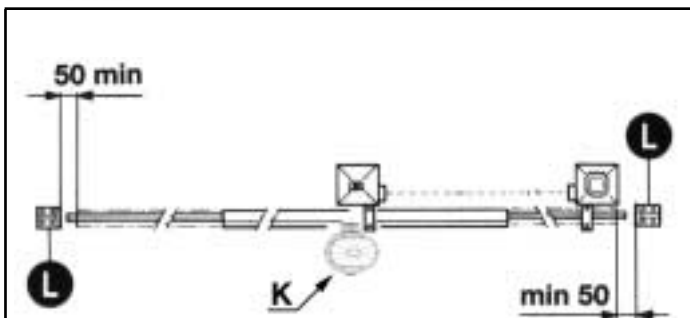
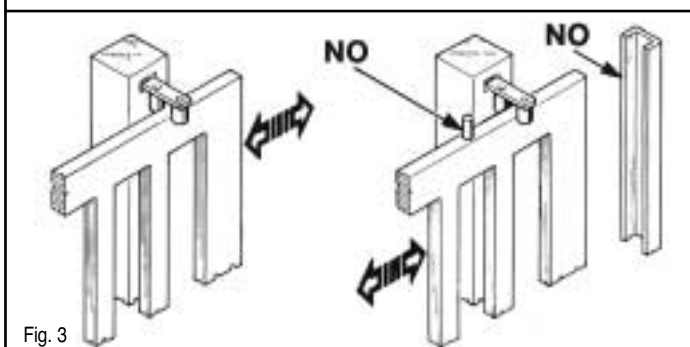

Fig. 2
Fig. 3
È necessario che la guida abbia alle sue estremità due fermi meccanici (L) (Fig. 2). Inoltre, le colonne devono avere superiormente delle guide antideragliamento (Fig. 3).
The guide needs to have two mechanical stops (L) of the type indicated at its ends (Fig. 2).
In addition, the columns must have anti-derailment guides at the top (Fig. 3).
The gate must be protected against unintentional derailment and must move without frictions. **N.B.** Eliminate the mechanical stops of the type indicated in Fig. 3.
N.B.: Il est obligatoire d'adapter les caractéristiques du portail aux normes et lois en vigueur. Il est nécessaire que le guidage ait à ses extrémités deux arrêts mécaniques (L) du type indiqué (Fig. 2). En plus, les colonnes doivent avoir dans la partie supérieure des guides antidéraillement. Éliminer les arrêts mécaniques du type décrit (Fig. 3). Le portail doit être protégé contre des décrochages involontaires et doit pouvoir manoeuvrer sans effort. Ces arrêts mécaniques ne doivent pas être présents au-dessus du portail, car ils ne sont pas suffisamment sûrs.
ACHTUNG: Mann ist verpflichtet die Eigenschaften des Gittertores zu die Gesetznormen in Einklang zu bringen. Die Führungsschiene muß an beiden Enden mechanische Sperrungen (L) haben, wie in der Abbildung dargestellt ist (Fig. 2). Darüberhinaus müssen die Säulen über Entgleisungsschutzvorrichtungen verfügen (Fig. 3). Das Gitter soll gegen unvorgesehenes Entkuppeln geschützt sein und ohne Reibung nicht bewegen. Bitte beachten Sie: Entfernen Sie die beschriebenen mechanischen Sperrungen. Über das Gittertor dürfen sich keine mechanischen Sperrungen befinden, da diese nicht sicher genug sind.